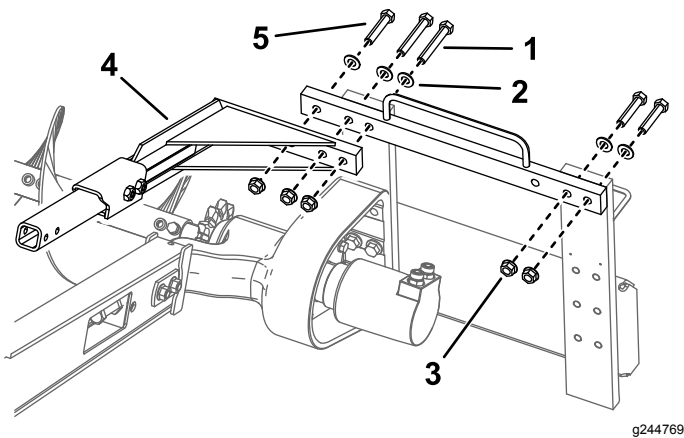

Figura 9
1. Bullone (6)
8. Rimuovete i 2 bulloni ($\frac{5}{8}$ " x 3"), le 2 rondelle e i 2 dadi che fissano il lato destro del telaio superiore e inseriteli nei fori corrispondenti sul lato sinistro (Figura 9).
9. Montate la barra di sicurezza sulla catena dello scavaforesi utilizzando i tre bulloni, le rondelle e i dadi flangiati precedentemente rimossi (Figura 9).